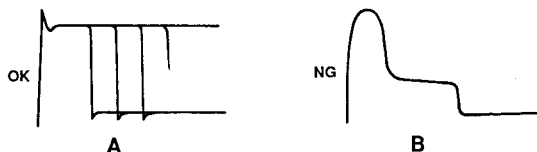

Fig. 1
- ④ Connect the oscilloscope probe to the laser power meter monitor output and set the laser power meter to the peak mode (refer to Waveform photo 1).
- a. If the waveform looks like the one shown in A of fig. 1 then the optical head is operating correctly. However, if the optical head is defective, the monitor waveform will look like the one shown B in fig. 1. In this case, the optical head should be replaced.
- ⑤ Change to the reading mode by pressing the LINE button (ref. page 15). (YPDR601 "RECORD" LED OFF)
- ⑥ Select Mode 0 by pressing the STOP button (ref. page 14).
- ③光パワーメーターをPeakモードにしモニター出力をオシロスコープに接続する。
- a. WRITE POWERの光出力が写真1のような波形になっていることを確認する。もし、Fig. 1のBのような波形が現れる場合は光ヘッド不良なので交換のこと。
- ④調整終了後はLINEボタンを押し、光出力を"READ POWER"にする。(YPDR601の"RECORD"のLEDが消えていることも確認する)
- ⑤STOPボタンを押してMODE 0にする。